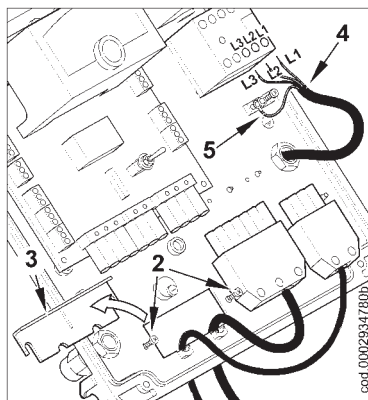

图2
2) 松开螺丝(2)，拿开电缆压板(3)，将7孔和4孔插头从孔中穿入，见图2。将电源